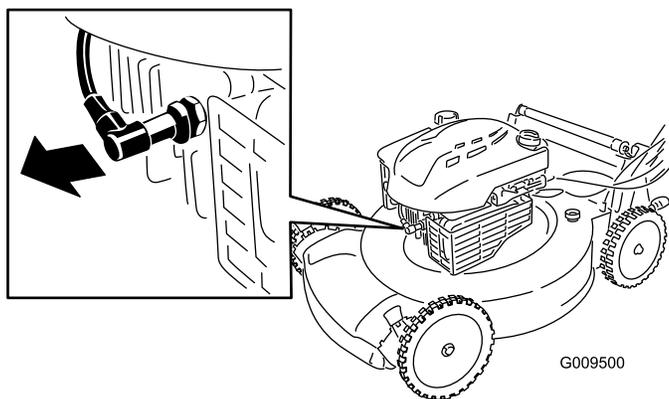

Figura 25
2. Staccate il cappello dalla candela (Figura 25) prima di eseguire interventi di manutenzione.